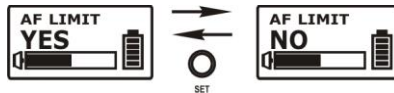

Bild 13
5. **AF LIMIT:** Einstellung Audio Limiter, Bild 13
- (A) Drücken Sie so oft die MODE-Taste bis im Display "LIMIT" erscheint. Die Anzeige